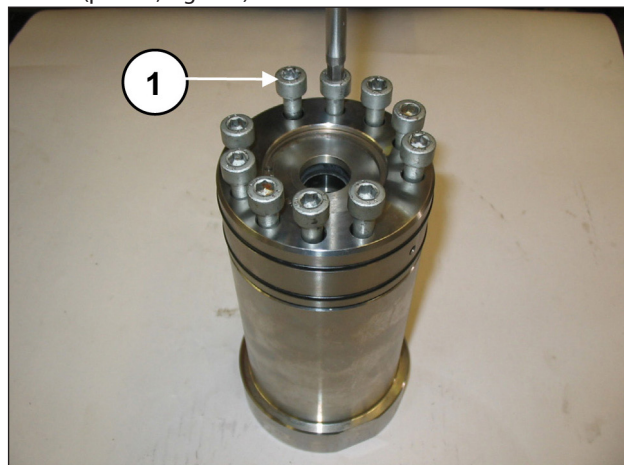
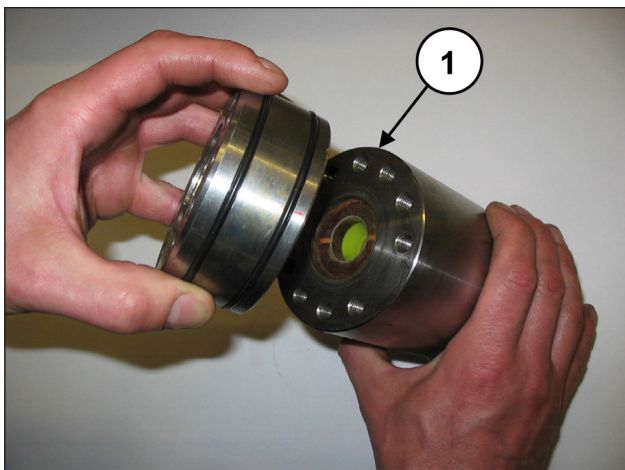

Fig. 110
Fig. 111
Remova os parafusos M8x50 de fixação do suporte da camisa (pos. ①, Fig. 110) e proceda com a separação do suporte da camisa (pos. ①, Fig. 111).